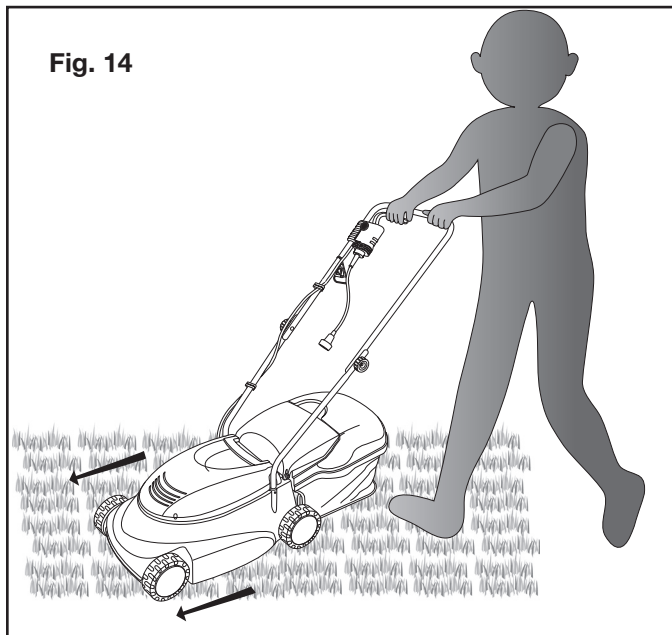

Fig. 14
- Una vez que la máquina se encienda, suelte el botón de trabado de seguridad y permita que el motor alcance su velocidad normal, para luego bajar la podadora a su posición de corte y empezar a podar (Fig. 14).